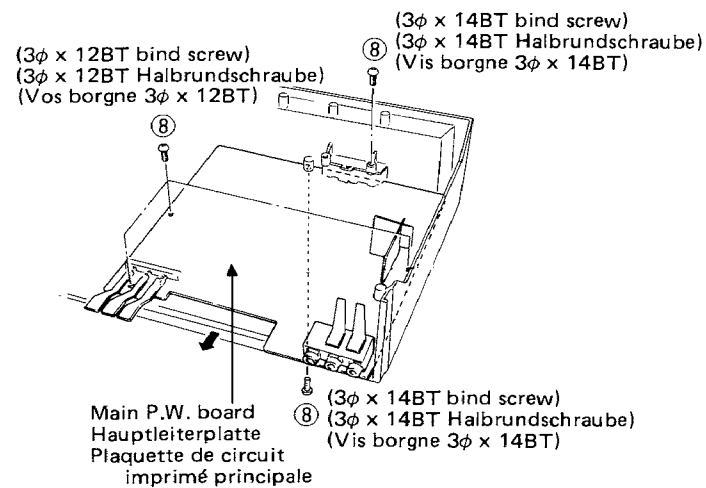

Fig. 4 Abb. 4
### 6. Main P.W. board (Fig. 4)
## 6. Hauptleiterplatte (Abb. 4)
6. Plaquette de circuit imprimé principale (Fig. 4)